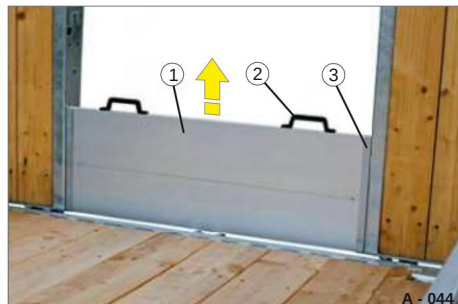

Fig. 46 Panoramica della parete laterale del plug-in
- Tirare la parete laterale di inserimento (Fig. 46/1) su entrambe le maniglie (Fig. 46/2) e contemporaneamente completamente fuori dalle guide di inserimento (Fig. 46/3).
- Inserire contemporaneamente la parete laterale a innesto nelle guide a innesto sinistra e destra (Fig. 46/3).